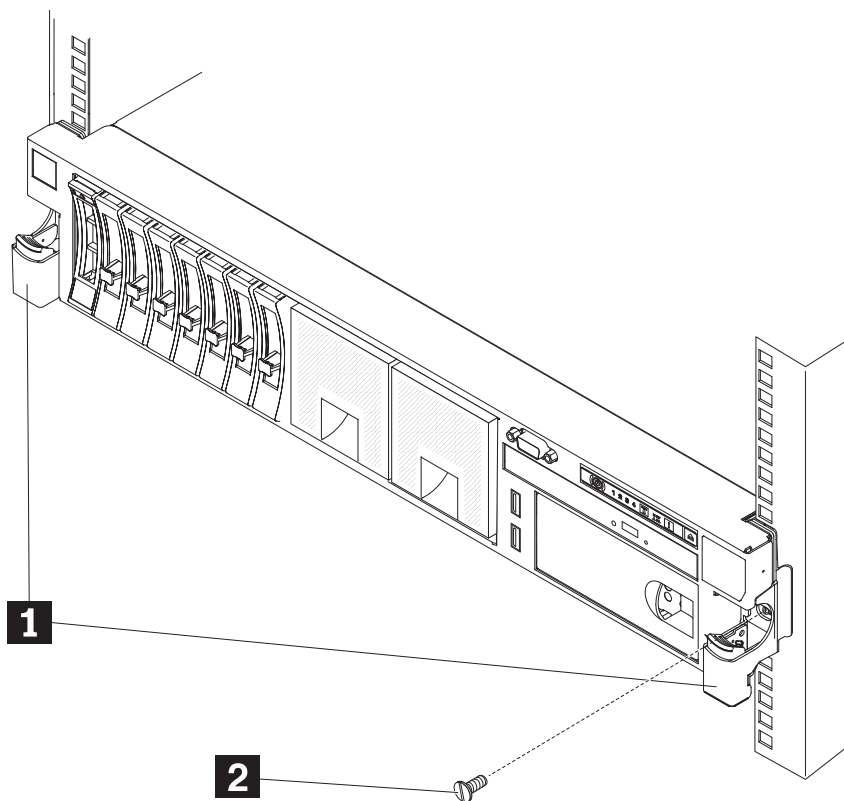

Figura 7. Deslizando o nó para fora do rack e removendo os parafusos frontais
2. Opcional: Remova os parafusos frontais e deslize o nó para fora do rack, conforme mostrado em Figura 7 na página 17.